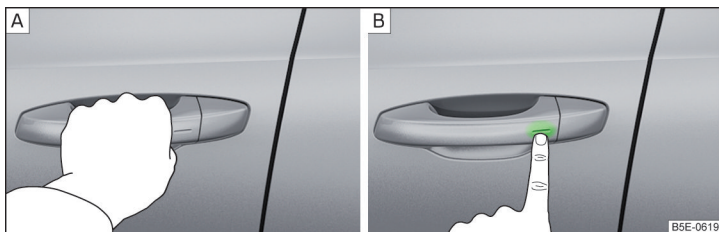

Fig. 31 Descuierea / încuierea autovehiculului
- Trageți de mânerul portierei, pentru a **descuia** autovehiculul » fig. 31 - A.
- Pentru a **încuia** autovehiculul, atingeți cu degetul senzorul din mânerul portierei » fig. 31 - B.